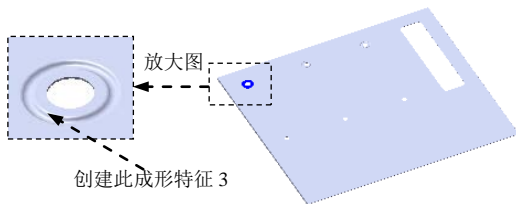

图 17.10.69 创建成形特征 3
Step15. 创建图 17.10.69 所示的成形特征 3，详细操作过程参见 Step12。